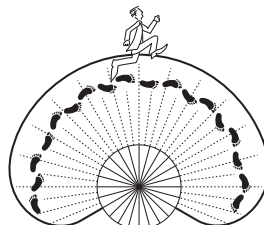

Figure 8
3. Déplacez-vous dans la zone de couverture, en remarquant l'endroit où vous trouvez lorsque la lumière s'allume. Le voyant à DEL rouge situé derrière la lentille du détecteur de mouvement clignote à plusieurs reprises lorsqu'un mouvement est détecté (voir la Figure 8).
6. Réglez la sensibilité (SENS) à la valeur souhaitée (faible (LO), moyenne (M) ou élevée (HI)). Une sensibilité trop élevée peut augmenter le nombre de déclenchement non souhaité.